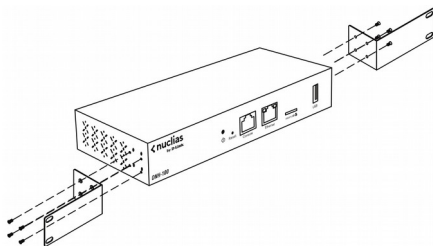

Рис. 3. Прикрепление кронштейнов
1. Прикрепите L-образные кронштейны к обеим сторонам контроллера, как показано на Рис. 3, и закрепите их винтами.